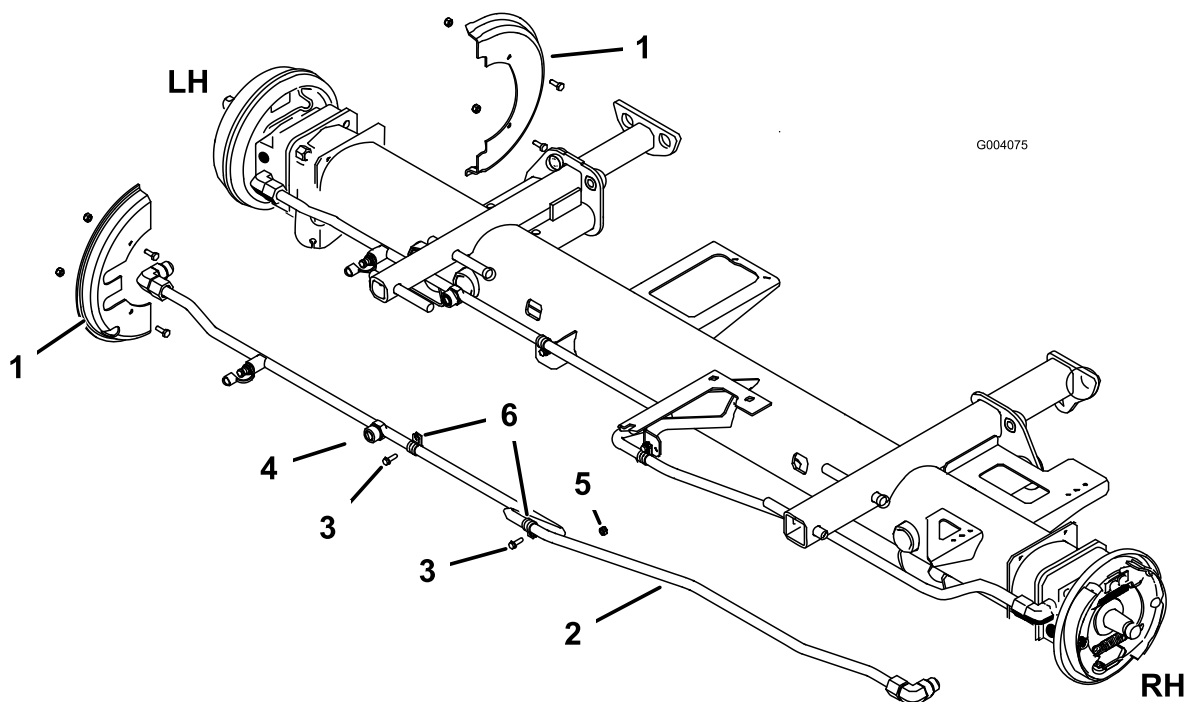

Figura 10
3. Togliete le viti a testa cilindrica e i dadi che fissano le protezioni delle ruote alle flange dell'assale anteriore (Figura 10).
4. Scollegate il tubo idraulico dal raccordo superiore sul motore della ruota anteriore sinistra e il raccordo inferiore sul motore della ruota anteriore destra (Figura 10).
5. Rimuovete i serratubi a R che fissano il tubo al telaio (Figura 10) e le fascette per cavi che fissano i cavi del freno ai tubi idraulici.
6. Scollegate il flessibile sinistro dalla pompa variabile e dal tubo idraulico (Figura 10). Rimuovete anche il raccordo a 45° dalla parte inferiore della pompa variabile (Figura 10).
6. Installate le protezioni delle ruote sulle flange dell'assale posteriore con le viti a testa cilindrica e i dadi rimossi in precedenza (Figura 10).